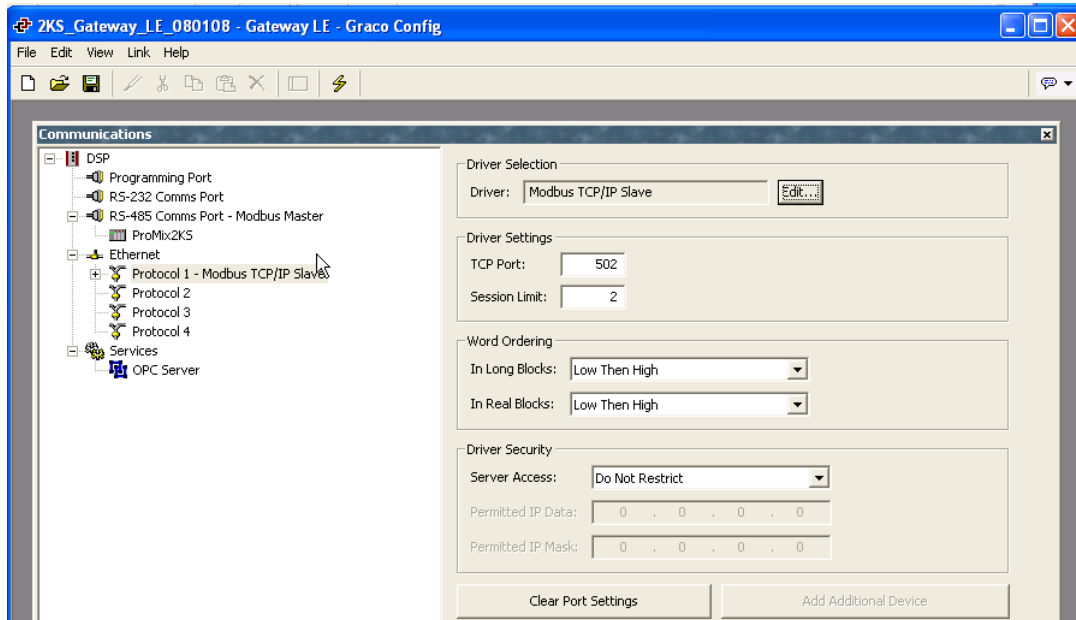

FIG. 19: Förkonfigurerad databas
1. Dubbelklicka på Communications-knappen för att öppna den förkonfigurerade databasen (.gg2). Filen är redan inställd för ProMix 2KS. Se FIG. 19.